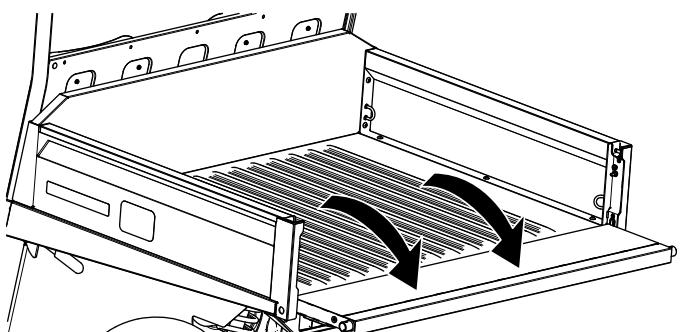

Figure 82
- Baissez le hayon jusqu'à ce qu'il soit au même niveau que le fond du plateau de chargement (Figure 82).